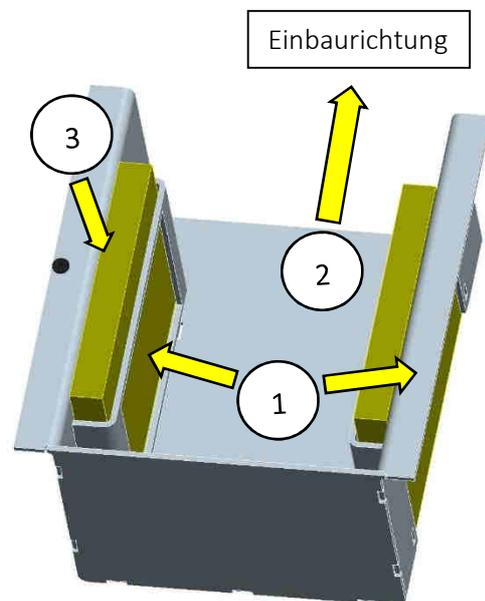
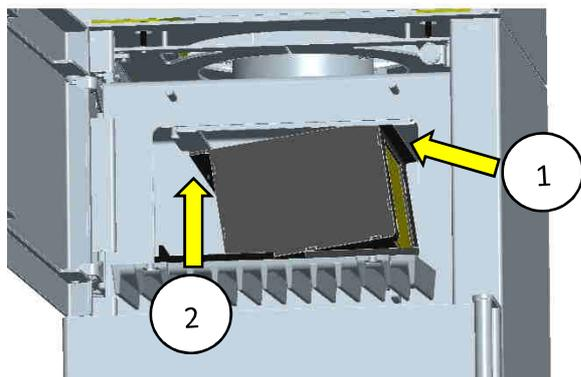

Abb. 13: Katalysator-Platten und Halter
Abb. 14: wodtke HiClean-Filter® Technik HCF03 (Katalysator) einsetzen
1. Die beiden Katalysator-Platten in den Halter einsetzen, siehe Abb. 13 Pos.1.
2. Das komplette Katalysator-Modul einsetzen (Abb. 14).
Einbaurichtung beachten (Abb. 13 Pos.2, die offene Seite des Halters zeigt nach hinten).
Zum Einbau zuerst die rechte Seite des Moduls auf der rechten Halteschiene aufsetzen (Pos. 1 Abb. 14), dann das Modul links anheben und leicht nach links schieben, bis die Positionierschraube (Abb. 13 Pos.3) in der linken Halteschiene einrastet.